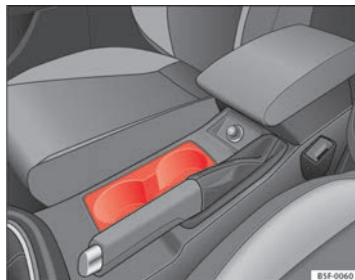

Fig. 85 Consola central: Suporte para bebidas à frente
- Coloque as bebidas no suporte ⇒ Fig. 85. Podem colocar-se duas bebidas. Nos revestimentos das portas existe a possibilidade de colocar também garrafas de plástico que sejam de maiores dimensões.